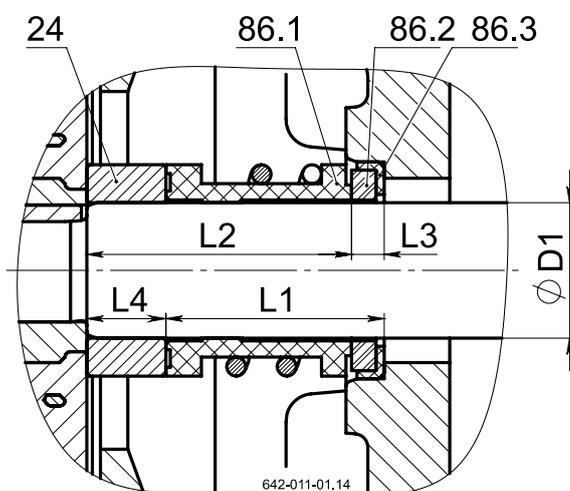

Рис. 6 Схема установки торцового уплотнения
При установке торцового уплотнения 86 (рис. 6) необходимо обеспечить размер  $L1$  с помощью кольца дистанционного 24. Увеличение длины  $L4$  кольца дистанционного 24 уменьшает размер  $L1$  и увеличивает сжатие торцового уплотнения.
- 1) установить неподвижное кольцо 86.2 в сборе с уплотнением 86.3 (рис. 6) в крышку корпуса 12;
- 3) измерить размер  $L2$  (рис. 6) от заплечика вала до рабочей поверхности неподвижного кольца 86.3 торцового уплотнения (измерение рекомендуется выполнять штангенциркулем с глубиномером);